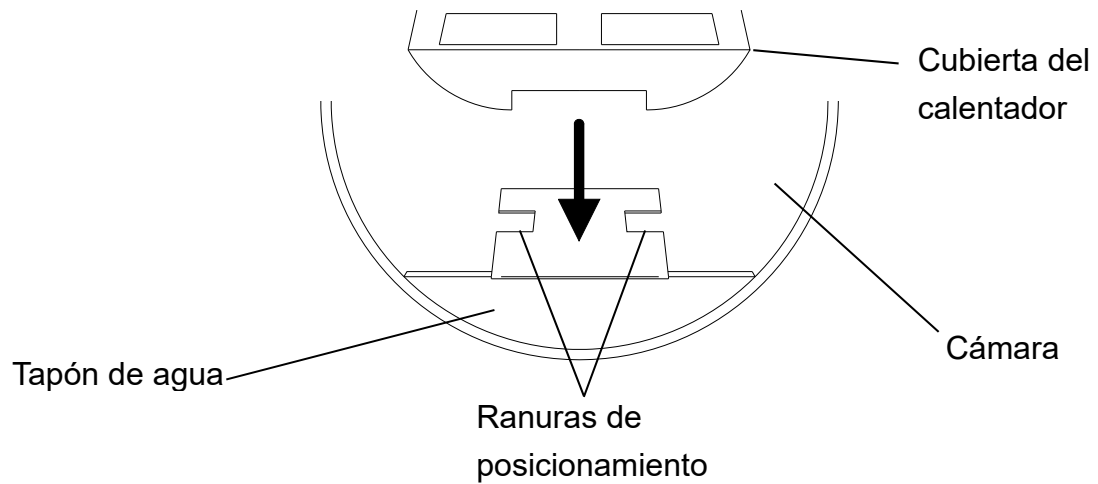

Figura 4
- B. Instale la cubierta del calentador en la cámara como en la Figura 4 (Accesorio estándar)